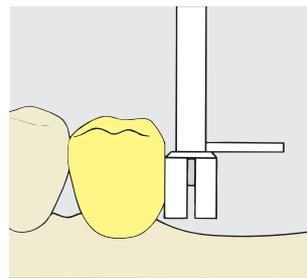
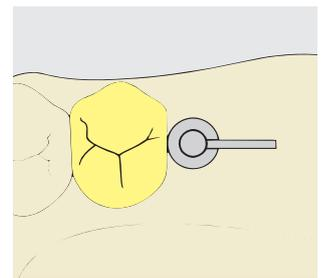

Fig. 3
Fig. 4
Modellazione del manufatto protesico fisso. Posizionamento del maschio con l'aiuto del mandrino del parallelometro (070 146). L'accessorio del mandrino (fig. 3) svolge tre funzioni diverse: Il bordo inferiore dell'accessorio indica la futura altezza della femmina (A), il bordo inferiore del mandrino è di 1 mm più corto della femmina originale. Ciò permette di posizionare la femmina il più basso possibile e di adattare la parte basale alla morfologia gengivale. L'accessorio indica inoltre la futura lunghezza e la posizione della femmina originale nella fase del posizionamento del maschio (fig. 4).